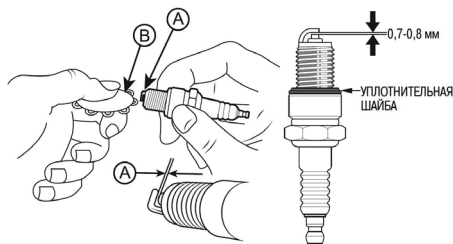

Рис. 19 Обслуживание свечи зажигания
4. Измерьте зазор А между электродами В. Зазор должен быть  $0,7-0,8$  мм (Рис. 19). При увеличении или уменьшении требуемого зазора, рекомендуется заменить свечу, так как регулировка зазора может привести к изменению качества искрообразования.